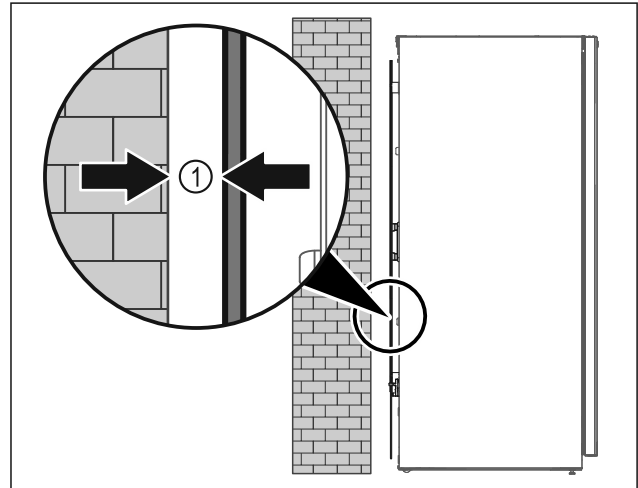

Fig. 6
► Gerät entweder frei im Raum oder direkt an einer Wand mit einem Mindestabstand von 5 mm Fig. 6 (1) aufstellen.